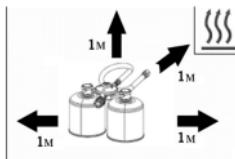

Рис. 2
- Поверните регулирующий клапан на комбинированном регуляторе давления против часовой стрелки, чтобы увеличить поток газа (рис. 2).